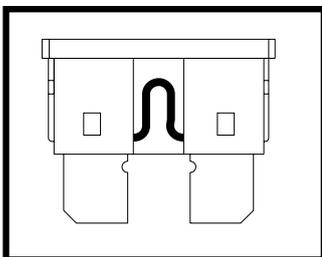

Bild 1
2. Prüfen Sie, ob die Sicherung durchgebrannt ist oder nicht, wie in Bild 1 und Bild 2.